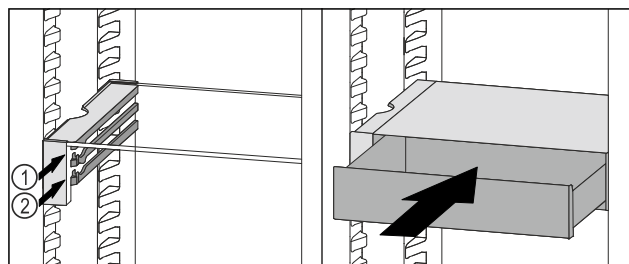

Fig. 197
- Vendosni sirtarin VarioSafe prapa ndaluesve në brinjën që dëshironi Fig. 197 (1) ose Fig. 197 (2).